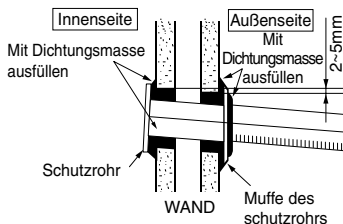

Abb. 4-1
- 4.2 Der Wanddurchbruch ist mit den mitgelieferten Blending für Kältemittelleitungen und Füllmasse sauber zu schließen. Siehe Abb. 4-1 and 4-2.